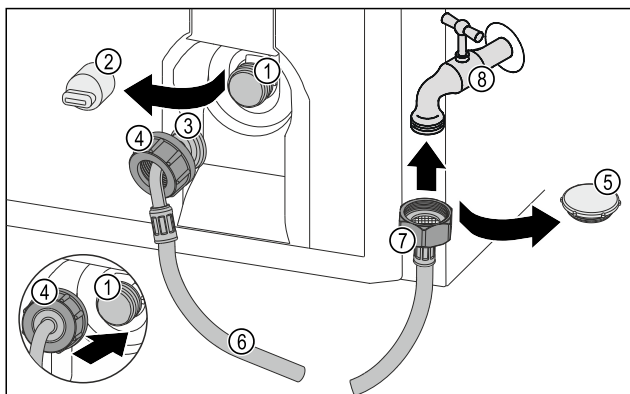

Fig. 27
- Uzavírací víčko Fig. 27 (5) odstraňte.
- Rovný konec hadice Fig. 27 (7) připojte k vodovodnímu kohoutku Fig. 27 (8).
- Utáhněte matici na rovném konci hadice Fig. 27 (7) ve směru hodinových ručiček.